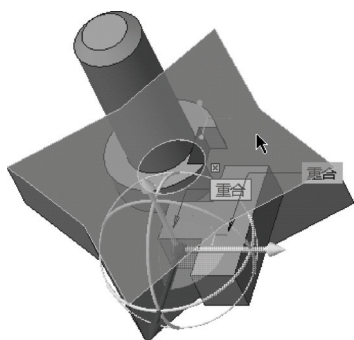

图 10-17 在装配中选择参考面
4) 在“元件放置”选项卡中打开“放置”面板，接着在“放置”面板中单击“新建约束”选项，然后在“约束类型”下拉列表框中选择“重合”选项，在“bc_10_fzys_3.prt”元件中选择 TOP 基准平面，接着在装配中单击图 10-17 所示的实体面（鼠标光标所指）。